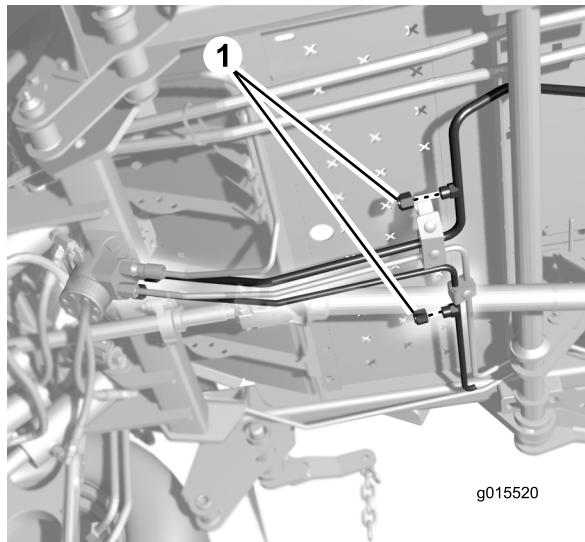

Figura 8
1. Coloque un recipiente debajo de los tapones de los tubos hidráulicos (Figura 8).
2. Retire los tapones de los tubos hidráulicos de la máquina (Figura 8). Retire un tapón a la vez mientras instala cada tubo para evitar una pérdida excesiva de fluido hidráulico.